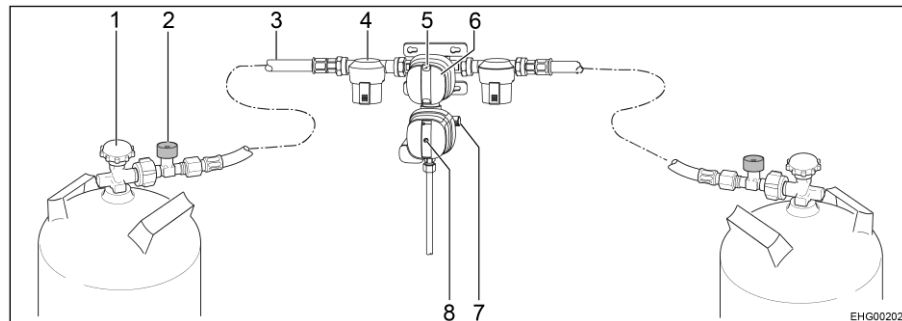

Bild 125 Sicherheitsgasdruck-Regelanlage DuoControl CS
Die DuoControl-Regelanlage besteht aus einem Umschaltventil und dem Crashsensor. Die DuoControl-Regelanlage ist zwischen den Hochdruckschläuchen (Bild 125,3) mit Schlauchbruchsicherung (Bild 125,2) montiert. Mit dem Drehknopf (Bild 125,6) am Umschaltventil kann bestimmt werden, welche der Gasflaschen als Betriebsflasche und welche als Reserveflasche verwendet wird.
Am Sichtfenster (Bild 125,5) wird der Status der Gasversorgung angezeigt:
Crashsensor Der Crashsensor sperrt die Gaszufuhr bei erheblicher Erschütterung (z. B. Unfall) ab. An der Stellung des gelben Resetknopfs (Bild 125,8) lässt sich der Betriebszustand des Crashsensors erkennen:
- Wenn der gelbe Resetknopf (Bild 125,8) hineingedrückt ist, ist der Crashsensor betriebsbereit.
- Wenn der gelbe Resetknopf (Bild 125,8) hervorsteht, ist der Crashsensor **nicht** betriebsbereit. Inbetriebnahme siehe unten.
Schlauchbruchsicherung Die Schlauchbruchsicherung (Bild 125,2) sperrt den Gasfluss, wenn der angeschlossene Schlauch bricht. Die Schlauchbruchsicherung muss durch Drücken der grünen Taste aktiviert werden.
- Mit dem Drehknopf (Bild 125,6) am Umschaltventil die Gasflaschewählen, der vorrangig das Gas entnommen werden soll (Betriebsflasche). Den Drehknopf immer bis zum Anschlag drehen.
- Haupt-Absperrventile (Bild 125,1) an den Gasflaschen öffnen.
- Grüne Taste der Schlauchbruchsicherung (Bild 125,2) ca. 5 Sekunden lang drücken. Am Sichtfenster (Bild 125,5) wird die grüne Markierung angezeigt.
- Wenn der Crashsensor ausgelöst hat (der gelbe Resetknopf (Bild 125,8) steht hervor):
Gelben Resetknopf (Bild 125,8) kräftig hineindrücken, leicht im Uhrzeigersinn drehen und 5 Sekunden lang gedrückt halten. Sicherstellen, dass der Resetknopf in der gedrückten Stellung ("betriebsbereit") bleibt. Wenn es nicht möglich ist, die Anlage wie beschrieben zurücksetzen: Torx-Einsatz T20 an der beiliegenden Schraubhilfe zur Unterstützung der Drehbewegung nutzen.
- Haupt-Absperrventile (Bild 125,1) an den Gasflaschen schließen.
Wenn die grüne Kontroll-Leuchte (Bild 126,6) während des Betriebs erlischt und die rote Kontroll-Leuchte (Bild 126,5) aufleuchtet, ist die Betriebsflasche leer und muss gewechselt werden. Am Sichtfenster (Bild 125,5) der zugehörigen Gasflasche wird die rote Markierung angezeigt. Die Reserveflasche versorgt die Gasverbraucher weiterhin mit Gas.
- Drehknopf (Bild 125,6) bis zum Anschlag in Richtung der aktuell verwendeten Gasflasche drehen. Damit ist diese Gasflasche jetzt die Betriebsflasche, die leere Gasflasche wird zur Reserveflasche. Die Markierung im Sichtfenster (Bild 125,5) wechselt von rot auf grün.
- Haupt-Absperrventil (Bild 125,1) an der leeren Gasflasche schließen. Pfeilrichtung beachten.
- Grüne Taste der Schlauchbruchsicherung (Bild 125,2) drücken.